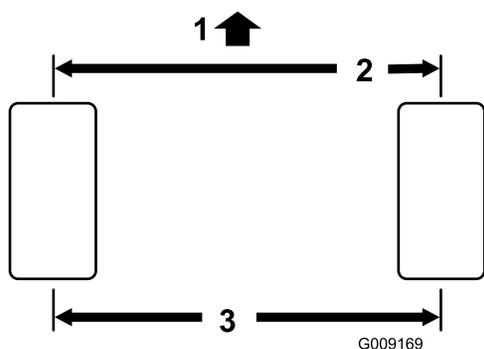

Рисунок 109
- Измерьте межцентровое расстояние (на высоте моста) на передней и задней стороне рулевых колес (Рисунок 109).